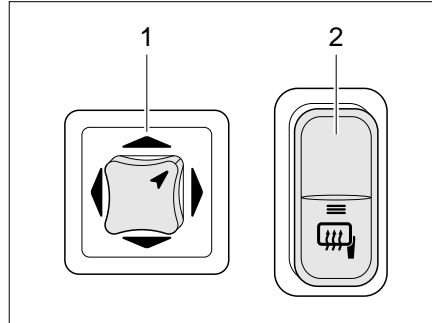

Bild 25 Schalter für elektrisch einstellbare Außenspiegel und Spiegelheizung
- Den Spiegel, der eingestellt werden soll, wählen. Dazu den Drehschalter (Bild 25,1) nach links oder rechts drehen.
- Den Spiegel durch Drücken des Schalters (Bild 25,1) in die entsprechende Richtung einstellen.
- Den Schalter (Bild 25,2) drücken. Die Kontroll-Leuchte im Schalter leuchtet orange und zeigt den Betrieb an.